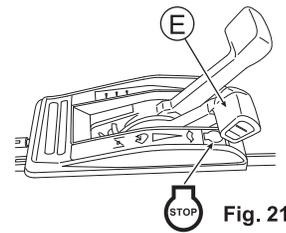

Fig. 21
6. Pour interrompre la tonte à mi-chemin ou pour finir la tonte, remettez le levier d'embrayage (B) et le levier d'embrayage de la lame (C) en position initiale, puis placez la manette des gaz (E) en position "STOP" pour arrêter le moteur. (Voir Fig.21)